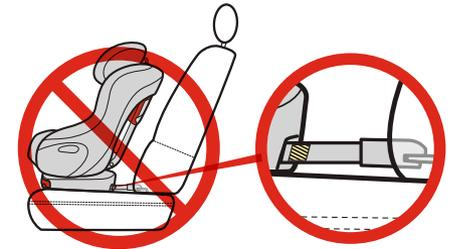

Figura 41
- NUNCA utilice este asiento de seguridad, cuando se coloque con un sistema LATCH rígido, mientras se pueda ver la etiqueta amarilla y negra de dicho sistema, tal como se muestra en la **Figura 41**, a menos que se ajuste la correa superior como se indica en este manual.